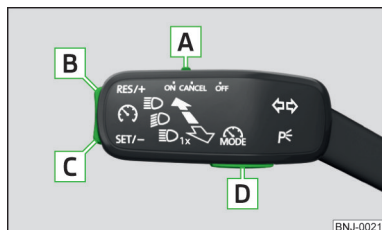

Fig. 228
Vista general del sistema regulador de la velocidad del GRA » fig. 228
- Presionando la tecla **D** » fig. 228.
- Al pulsar la tecla **D** » fig. 228 durante la regulación, se cancelará y se activará el dispositivo de limitación de velocidad.